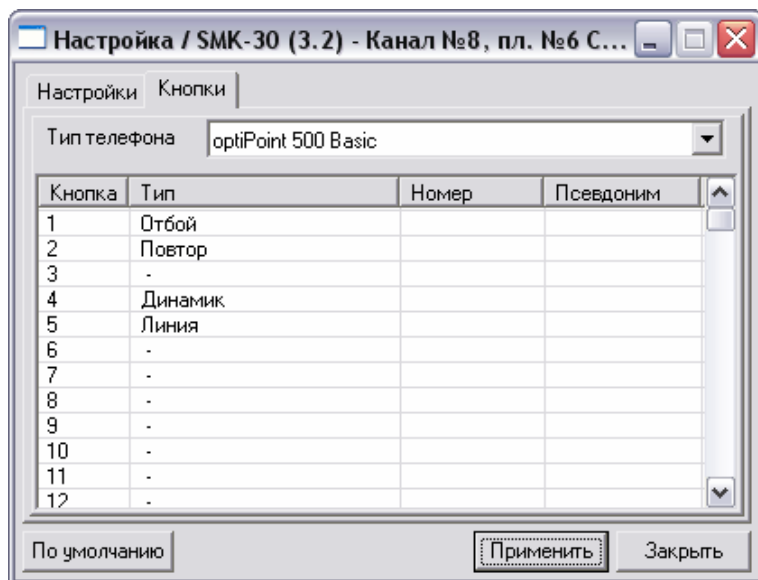

Рисунок 4
2.3.2.1 На вкладке «Кнопки» (рисунок 4) располагается таблица с указанием функций, настроенных на дополнительные кнопки цифрового телефона, а также выпадающий список с названиями цифровых телефонов.